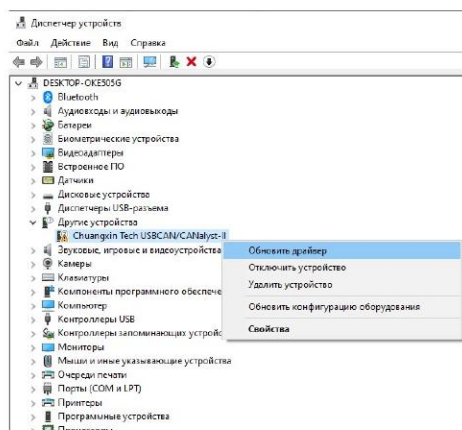

рис. 5 Диспетчер устройств
5.3 В интерфейсе "Диспетчер устройств" найдите пункт "Другие устройства", а в нем - пункт "Chuangxin Tech USBCAN/CANalyst-II", как показано на рис. 5 (обратите внимание, что диагностическое устройство должно быть подключено):